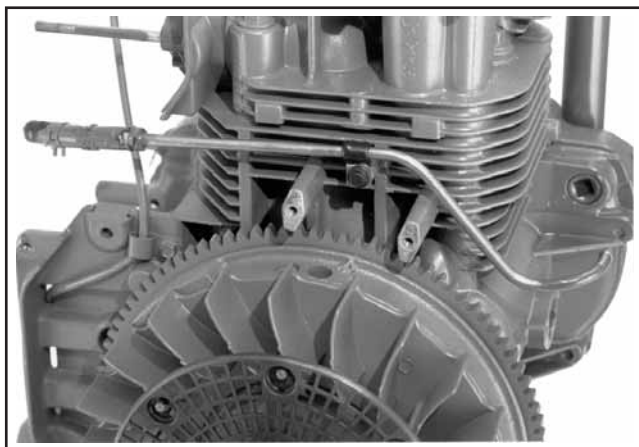

Figure 9-29. Dépose de la canalisation de carburant.
1. Retirer les vis hexagonales à bride, la pince et la pompe à carburant. Voir la figure 9-29.